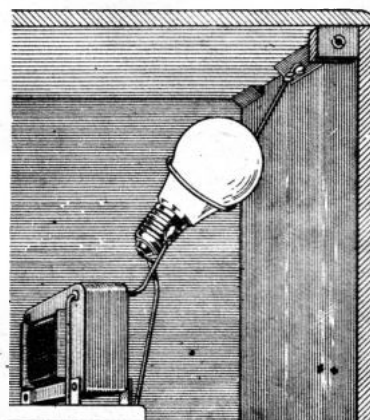
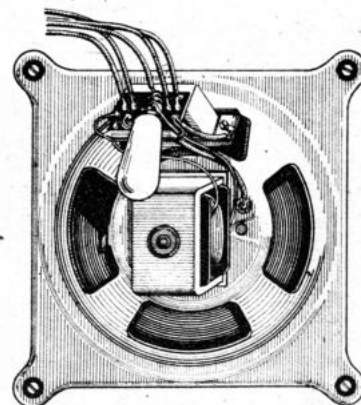

Bild 14. Im Gehäuse aufgehängte Schon- und Schutzlampe
Bild 15. Lautsprecher des VE 301 W dyn mit Kleinlampe als Schon- und Schutzlampe
Für die Ausführung der Schaltung verwenden wir die handelsübliche Ausführung der Glühlampen oder auch Sonderausführungen, wie Klein-, Kerzen-, Illuminationslampen usw., je nachdem sie angebracht erscheinen oder zur Verfügung stehen. Es wird nun nicht möglich sein, auch noch Fassungen dafür zu beschaffen. Daher werden wir uns unter den herrschenden besonderen Verhältnissen so helfen, daß die Zuleitungsdrähte unmittelbar an das Gewinde und die (Fuß-) Kontaktplatte angelötet werden2). Für den Fall, daß ein Pol an Masse liegt, zeigt Bild 12 die Anbringung auf einem starken, steifen Draht, der nicht immer senkrecht zu stehen braucht; die gleiche Art mit zwei gegen Masse isolierten Polen zeigt Bild 13. In allen Holzgehäusen kann die Lampe auch nach Bild 14 an einer Holzschraube und in einer Drahtschleife leicht so aufgehängt werden, daß sie nirgends anstoßen kann. In Preßgehäusen wählt man eine Lautsprecher-Halte- oder sonstige Schraube, ein Loch im Skalenträger oder dergleichen als Aufhängepunkt. Auch indem man die Zuleitungsdrähte, die übrigens nicht zu straff sein dürfen, durch passende Löcher zieht oder anderweitig festlegt, kann man die Lampe in die gewünschte freie Lage bringen. Endlich zeigt Bild 15 noch eine andersartige Anbringung einer Kleinlampe im VE 301 W dyn, bei dem die Schon- und Schutzschaltung auch sehr notwendig ist (s. „Gebrauchsverlängerung“). Im ganzen können hier nur Anregungen gegeben werden; es bleibt der Findigkeit des Ausführenden überlassen, die passende Lösung zu finden. Auf jeden Fall sollte die Lampe stets sichtbar und möglichst hoch im Gehäuse-Innern, keinesfalls aber unter der Aufbauplatte angebracht werden, damit erstens ihr Aufleuchten einen Fehler sichtbar werden läßt, zweitens aber die erzeugte Wärme abfließen kann, ohne andere Teile zusätzlich zu erwärmen.
2) Die Fußplatte darf dabei keiner Beanspruchung unterworfen werden, weder auf Zug, noch weniger aber auf seitliche Abbiegung, da sie leicht abgerissen werden kann. Der Draht, der die Lampe trägt (Bild 12) oder sie in die gewünschte Lage zieht (Bild 14), ist also stets am Gewinde so haltbar zu befestigen, daß er diese Aufgabe allein übernehmen kann; der Anschluß an der Kontaktplatte dagegen darf nur als elektrische Zuleitung dienen.